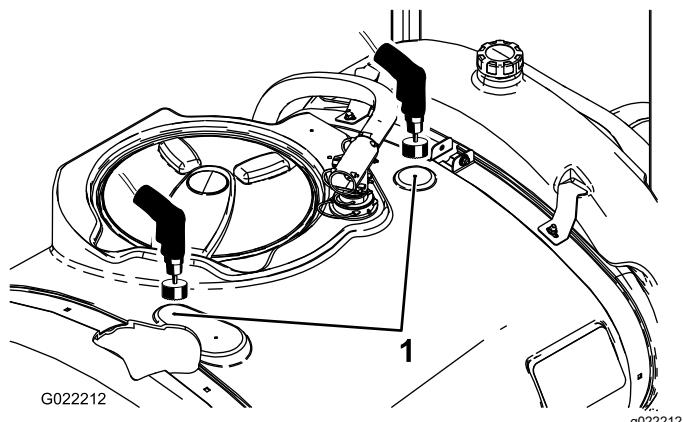

図3
- メインタンクについているドリルマーク2つを探し出す図3。